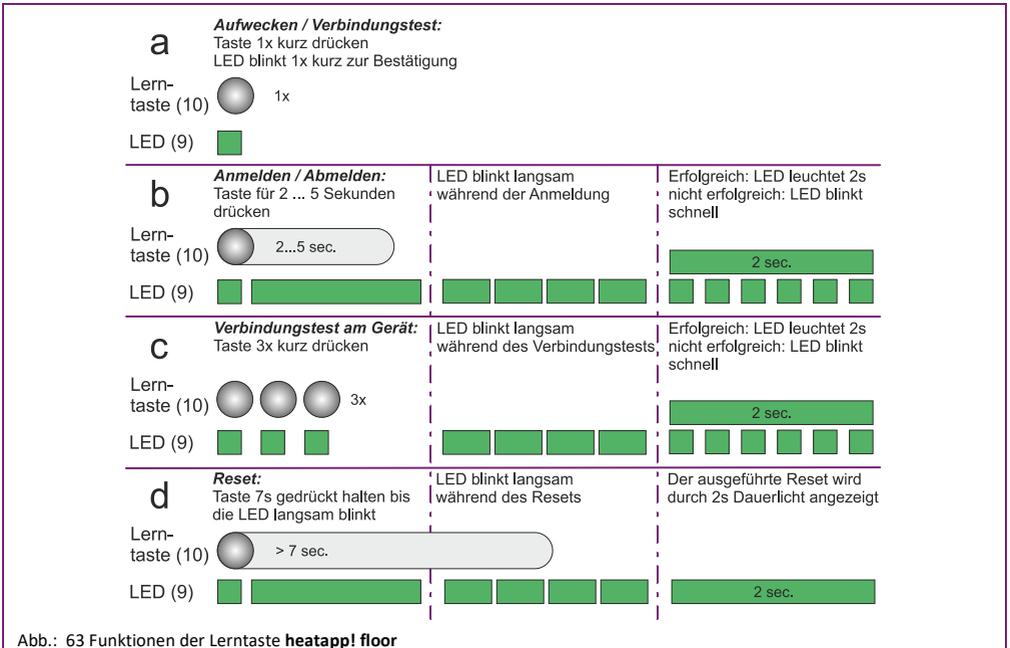

Abb.: 63 Funktionen der Lerntaste heatapp! floor
3. Drücken Sie die Lerntaste (10) ein Mal (siehe auch Abb. 63 „Funktionen der Lerntaste **heatapp! floor** ", Zeile "a").
Mit dem Reset wird das Gerät auf die Werkseinstellung zurückgesetzt. Drücken Sie hierfür die Lerntaste (10) für 7 Sek. bis die LED blinkt (Siehe auch Abb. 63 „Funktionen der Lerntaste **heatapp! floor** ", Zeile "d").